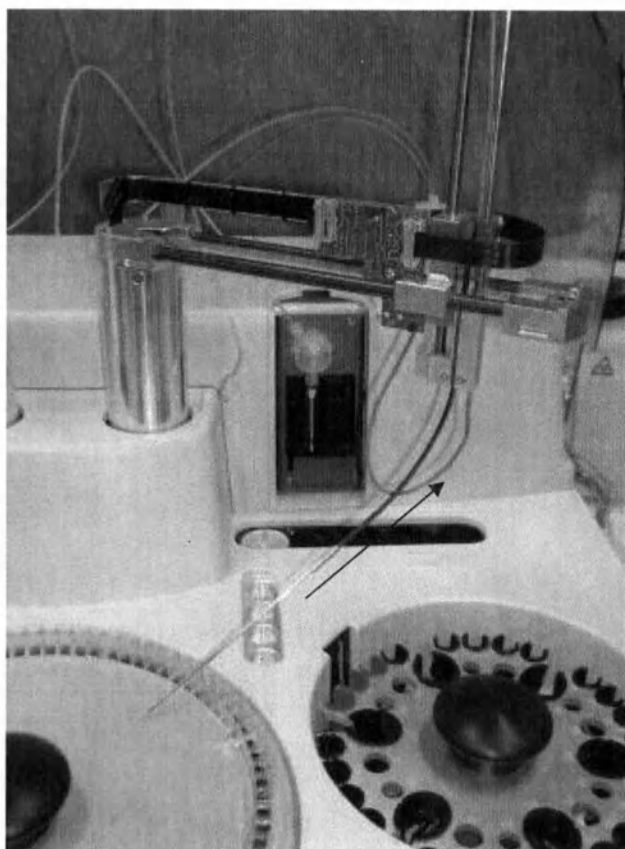

Рис. 5.10 Установка игл
- 2) Сдвиньте вертикальную часть пипетки вниз и установите трубку, как это показано на рисунке (левая черная игла с нагревом и правая – игла для образцов) в середине приводного ремня, рис. 5.10 и 5.12